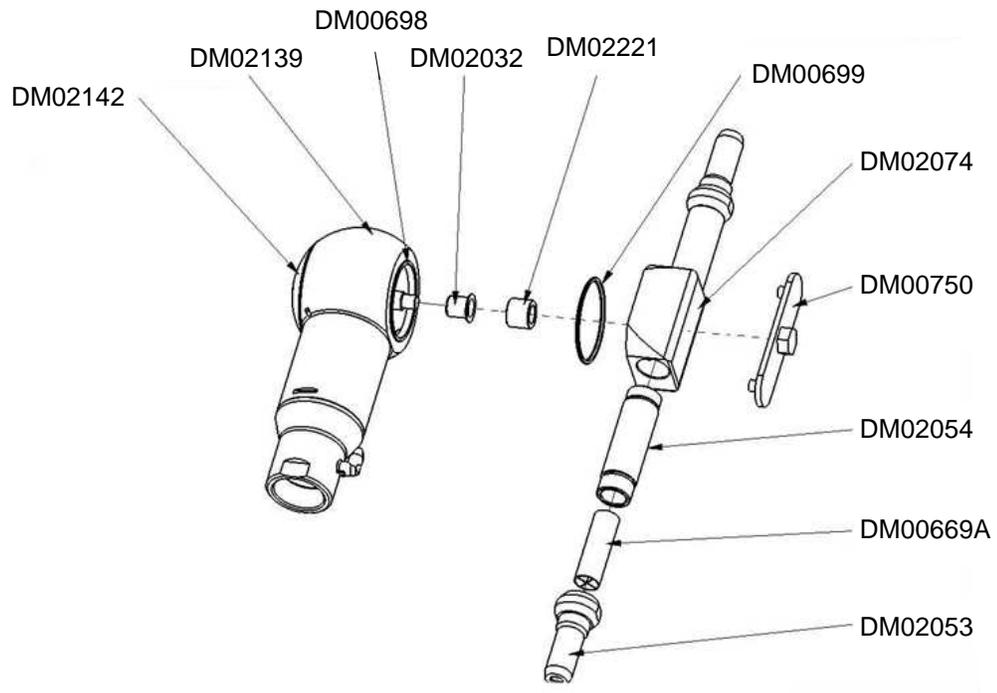

Figura 13: Orbitor Hi-Capacity
14. Para la versión Hi-capacity vea la Figura 13.
8. Para la versión Hi-capacity, vea la Figura 13.
### Componentes de Hi-Capacity- Consulte Figura 13